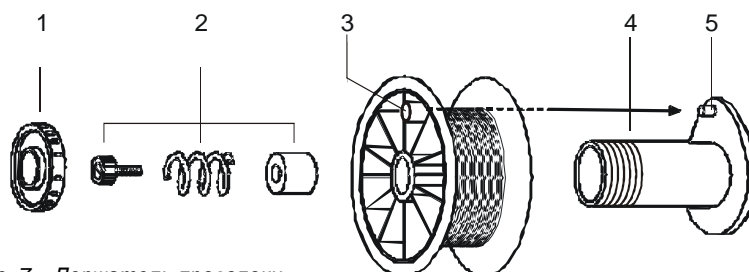

Рис. 7 – Держатель проволоки
- При установке катушки с проволокой на держатель (поз. 4, Рис. 7) необходимо проверить правильность позиционирования направляющего отверстия (поз. 3, Рис. 7) на шпиндель держателя (поз. 5, Рис. 7);
- Отрегулируйте усилие торможения катушки прижимным винтом (поз.2, Рис. 7) – вращение катушки должно прекращаться одновременно с остановкой двигателя подачи;